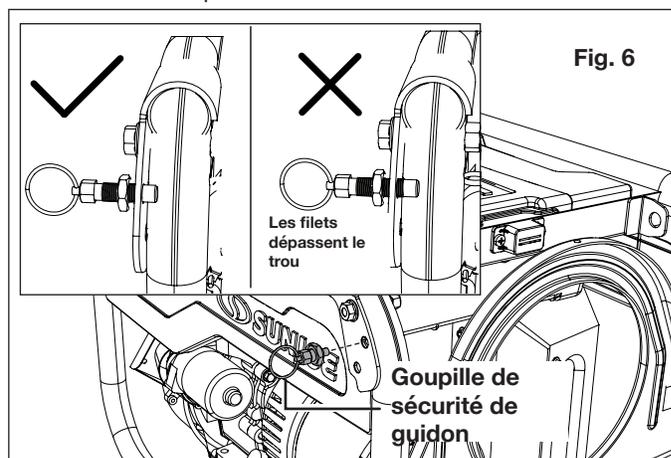

Fig. 6
- Insérez la goupille de sécurité à travers le trou pratiqué dans le guidon. Ne l'insérez pas complètement (Fig. 6). Insérez-la suffisamment pour être certain que les filets de la goupille ne dépassent pas la paroi interne du guidon, comme l'indique l'illustration